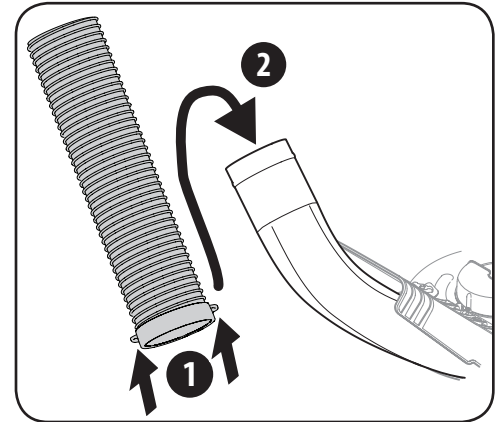

Figura 4-21
- Levante por las manijas que están en la parte inferior del tubo del canal. Deslice el tubo del canal sobre el codo del canal que está montado en la plataforma de corte, como se indica en la Figura 4-21.